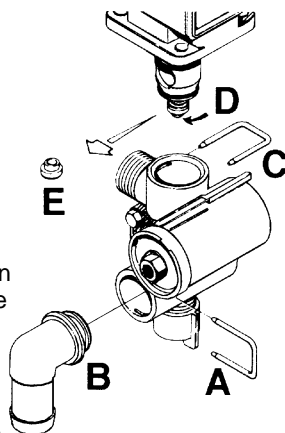

Fig. 20
2. Retirez la broche (A) (Fig. 20) et enlevez le boyau (B) (Fig. 20) du dispositif de pression constante. Quand le carter est vidangé, assurez-vous que le raccord et le boyau de retour seraient libres de toute obstruction.
3. Activez le pulvérisateur; il ne devrait y avoir aucun débit de liquide au passage de la pression constante. S'il y a une fuite, le cône de soupape (E) (Fig. 20) doit être remplacé. (Arrêtez complètement le pulvérisateur.)
4. Retirez la broche (C) (Fig. 20) et enlevez le moteur du carter de la soupape.
5. Enlevez la vis (D) (Fig. 20) et remplacez le cône de soupape (E) (Fig. 20). Rassemblez dans la séquence opposée. Fixez solidement la vis en utilisant le «Loctite».